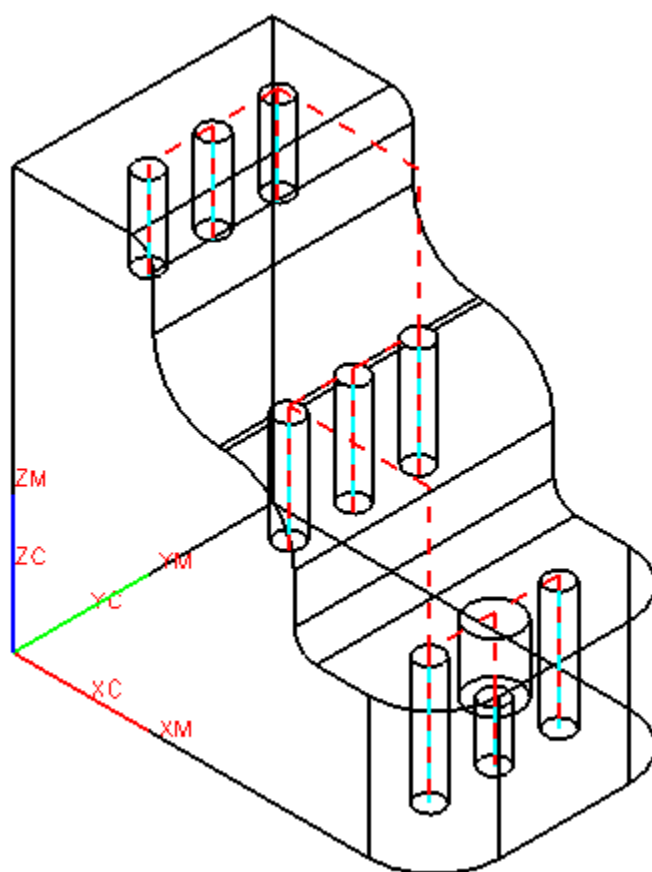

图 7-43
- 单击 ，生成如图 7-43 所示的刀轨，单击 OK 保存。